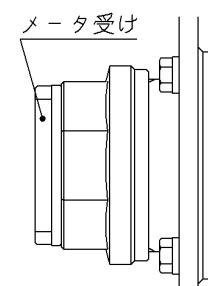

図9
- ④ 逆止弁押さえをメータセットに取り付けてください。メータ受けは容易に回りますので、位置がずれている場合には、当初の位置へ戻してください。(図9)